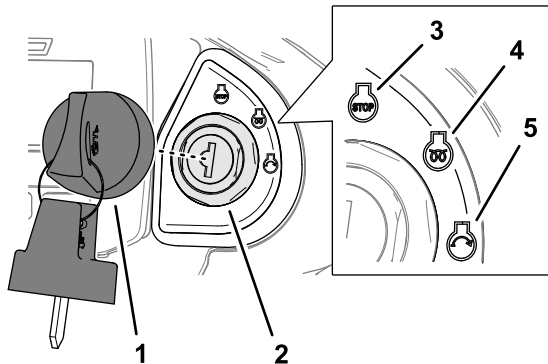

Figura 26
4. Gire la llave a la posición de Desconectado (parada) (Figura 26).